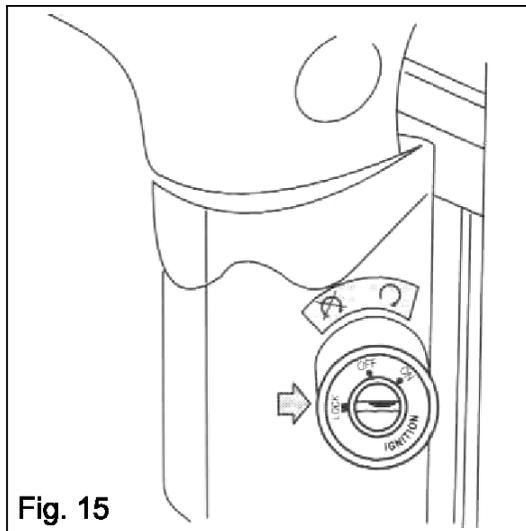

Fig. 15
**Einlegen der Lenkersperre:** Schlagen Sie den Lenker zunächst vollkommen nach links ein und drehen Sie den Schlüssel dann gegen den Uhrzeigersinn in die Verriegelungsposition. Ziehen Sie den Schlüssel nach erfolgtem Einrasten ab (Abb. 15).